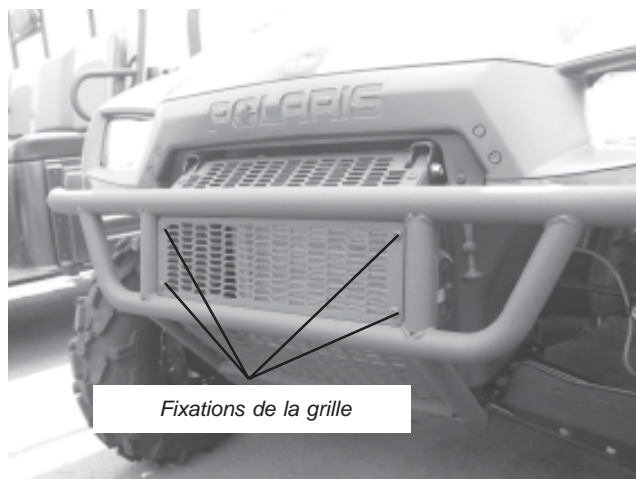
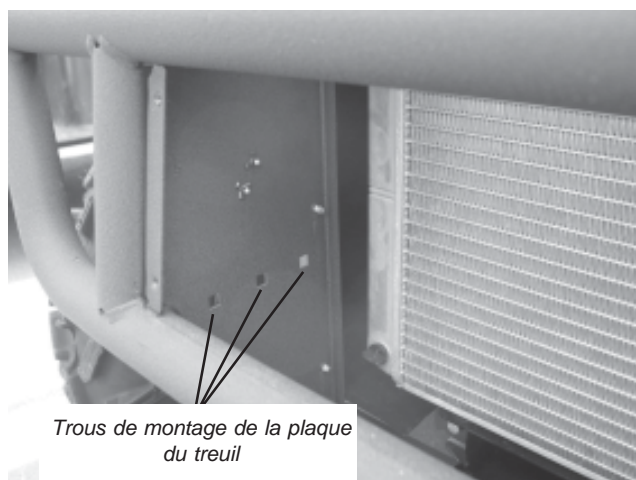

Figure 1
Figure 2
1. Retirer la grille avant du véhicule, tel qu'indiqué aux figures 1 et 2. On peut utiliser un tournevis Torx n° 27 pour desserrer le matériel de fixation. La figure 2 montre la grille enlevée ainsi que les trous qui serviront plus tard au montage de la plaque du treuil.